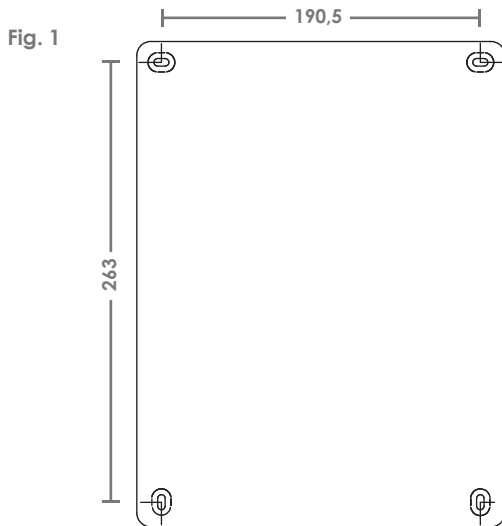
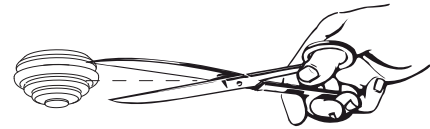

Fig. 3
Fig. 4
- 4) Tagliare i passacavi in dotazione in base all'esatto diametro dei cavi/tubi utilizzati per i collegamenti elettrici (fig. 3) in modo che il passacavo aderisca perfettamente al cavo/tubo. Non tagliare i passacavi eventualmente inutilizzati (fig. 4).
- 5) Inserire i passacavi negli appositi fori sulla parte inferiore dell'armadio e far passare i cavi/tubi (fig. 4).